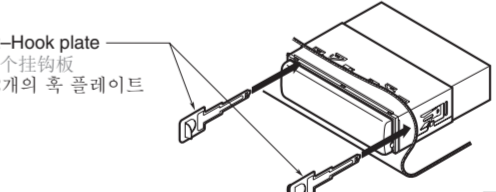

Figure 9 / 图 9 / 그림 9
- Insert and lock the hook plates. (Figure 9)
- 插入并锁定挂钩板。(图 9)